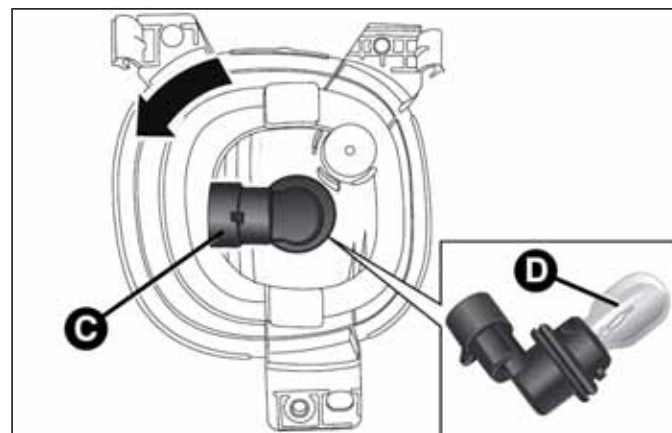

fig. 189
- ☐ desconectar el conector eléctrico y girar hacia la izquierda el portalámparas C fig. 189;